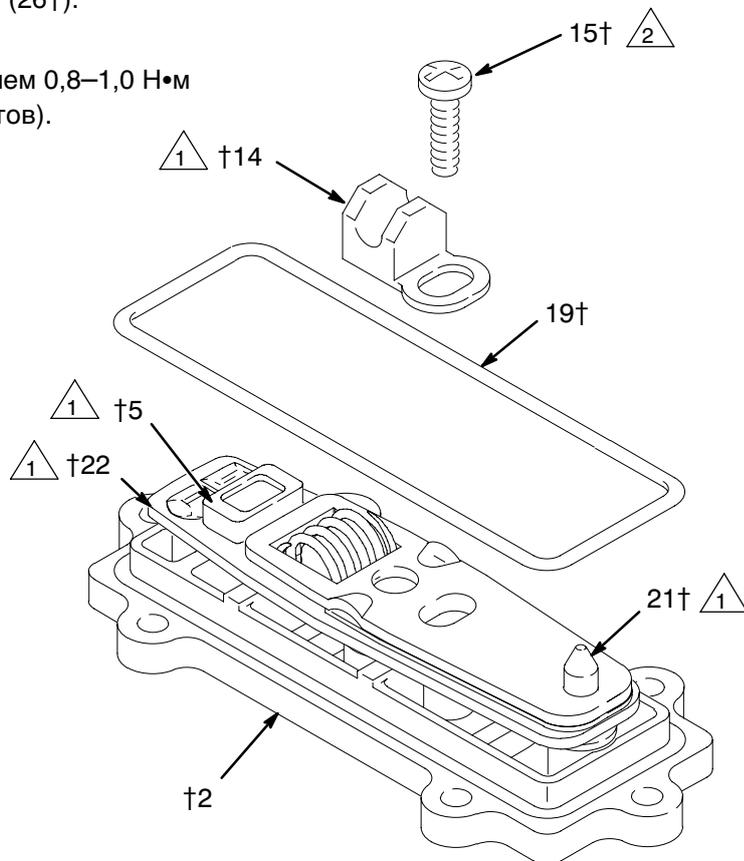

Рис. 14
- Нанесите смазку на внутренние поверхности сдвигаемого седла (14) и установите его, как показано на рис. 14. Крепко удерживая соединительный узел на месте, установите винт (15). Затяните с усилием 0,8–1,0 Н•м (7–9 дюймо фунтов). Установите уплотнительное кольцо (19) на крышку (2).